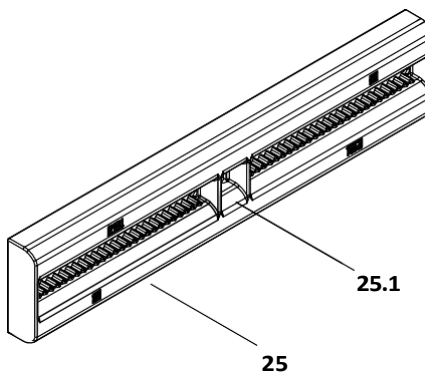

Fig. A3.10
Изравняващият ригел DUO 62 (25) се използва като подсилваща, изравняваща и предаваща силите връзка между елементите. (Fig. A3.10)